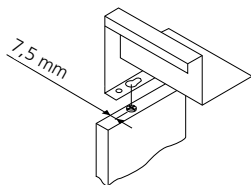

Fig. 13
- Colocar a pia-fogão sobre o balcão, fazendo com que a parte maior dos furos existentes na parte inferior da pia-fogão penetre nas cabeças de todos os parafusos (fig. 13).